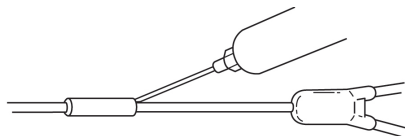

Fig. 9
9. Geben Sie Klebstoff in beide Enden der Manschette (Fig. 9). Wischen Sie überschüssigen Klebstoff ab.